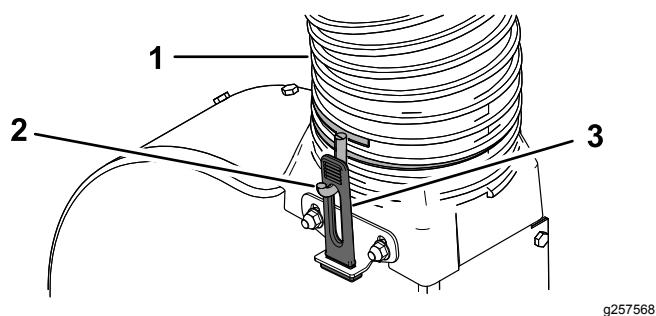

Figura 10
4. Enrosque a braçadeira de tubos na outra extremidade do novo tubo duas a três voltas (Figura 10).
5. Instale o tubo sobre a transição do soprador de forma a que o tubo forme uma curve de aproximadamente 90 graus a partir do capot. Ajuste a orientação dos ganchos da braçadeira de tubos como necessário de forma a que fiquem alinhados com os trincos de borracha e prenda o tubo esticando os trincos de borracha sobre os ganchos (Figura 10).